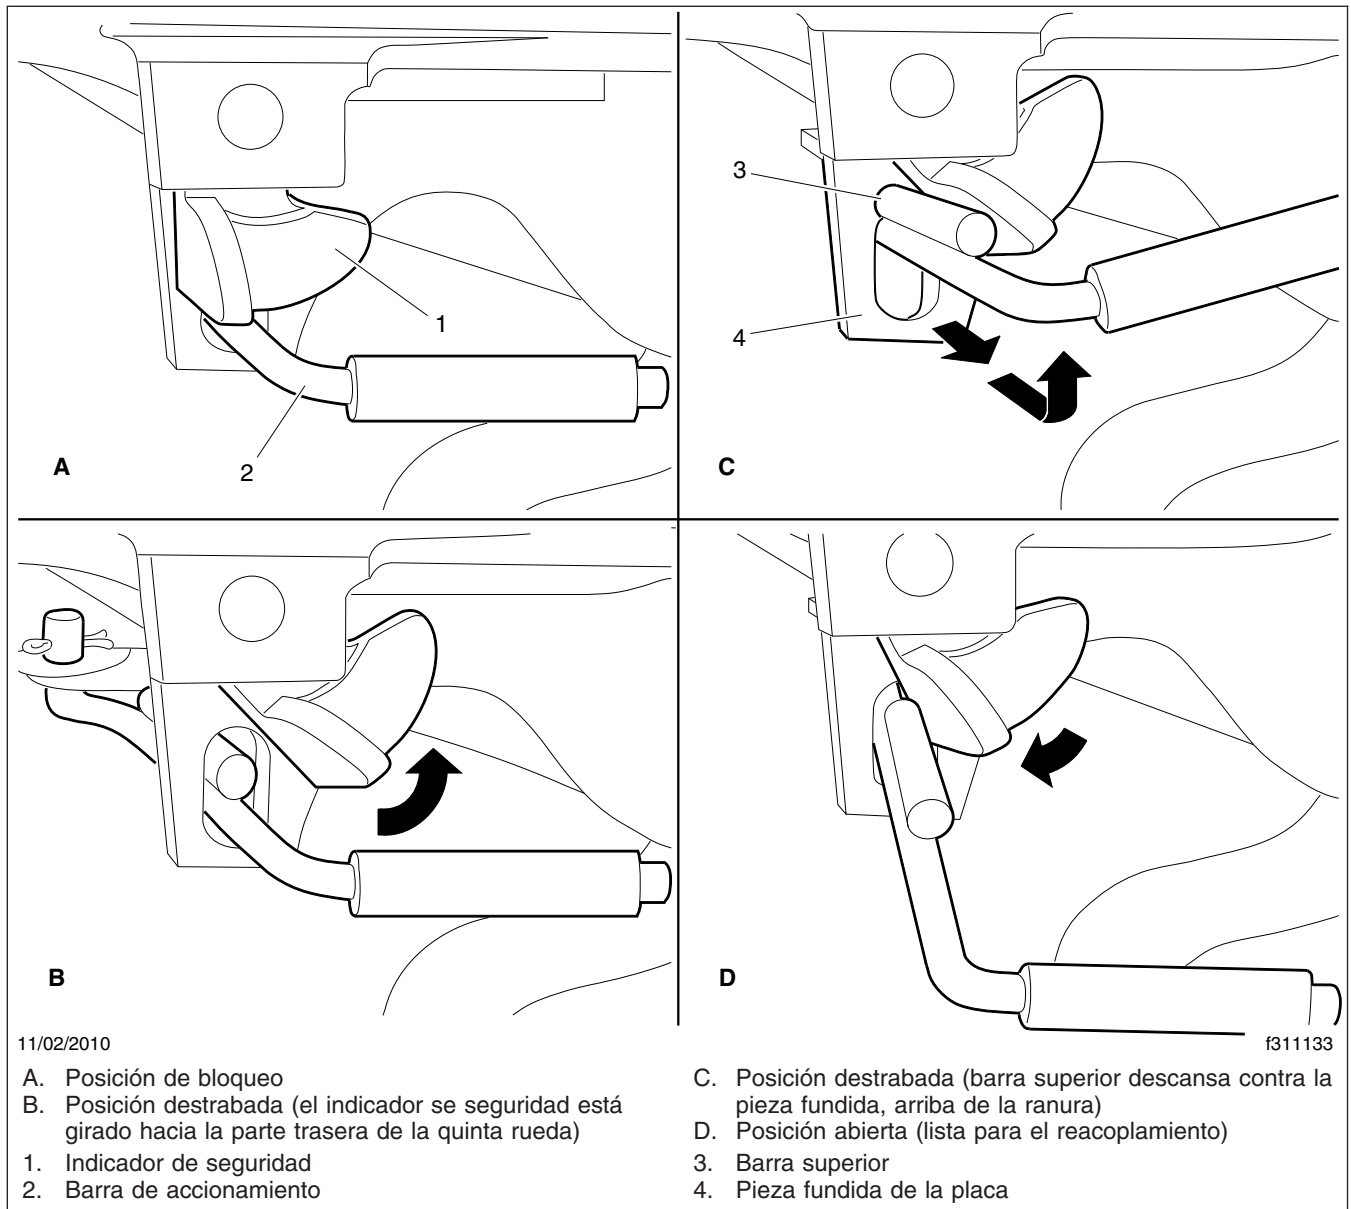

Figura 18.8, Mecanismo de cierre del perno rey Holland
- 6.2 **Holland:** En la posición de cierre el indicador de seguridad pivota libremente sobre la barra de accionamiento. Vea la **Figura 18.8**, detalle A.
Para abrir el mecanismo, gire el indicador de seguridad hacia la parte trasera de la quinta rueda. Vea la **Figura 18.8**, detalle B.
Jale la barra de accionamiento hacia afuera. Cuando el "hombro" de la barra de accionamiento superior esté fuera de la ranura, levante la manija, y ponga el hombro de la barra superior contra la pieza fundida de la placa. Vea la **Figura 18.8**, detalle C.
La quinta rueda está ahora en la posición destrabada, y lista para desacoplar. Según el tractor se aleja del remolque, el perno rey hace que la mordaza gire, lo cual hace contacto con el cierre. Más rotación de la mordaza hace que el cierre se mueva hacia afuera, y hace que la barra superior vuelva a entrar en la ranura. Vea la **Figura 18.8**, detalle D. La quinta rueda está lista ahora para acoplar.